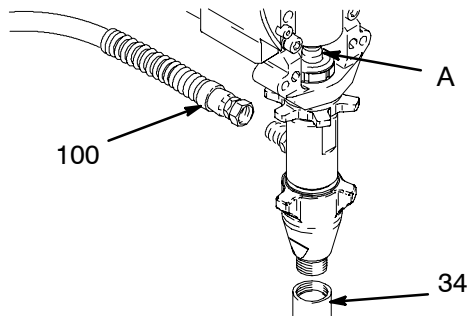

Abb. 15 7672C
3. Abb. 15. Pumpe so anhalten, dass die Kolbenstange (A) an der tiefsten Stelle stehen bleibt.
4. Abb. 15. Saugrohr (34) und Schlauch (100) abnehmen.